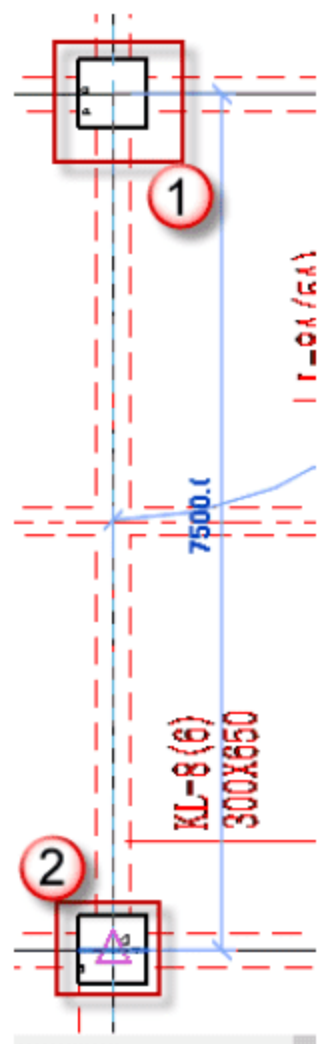

图 4.2.49 绘制 KL-8
(24) 绘制矩形框架梁 KL-8, 按快捷键 B+M, 放置平面为“标高 2”平面视图, 先单击起始柱的中心为起点, 后单击终止柱的中心为终点, 如图 4.2.49 所示。